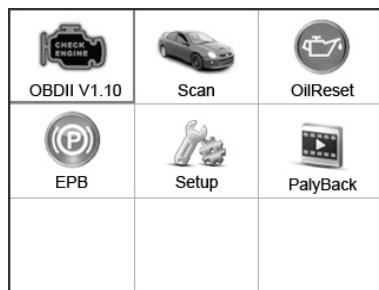
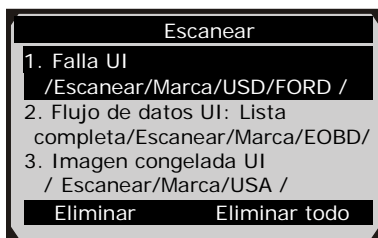

Figura 3.1
Figura 4.1
- 4) Encienda el escáner y espere a que se muestre la **Pantalla principal** (Figura 3.1).
- 1) Use el botón de desplazamiento hacia la **IZQUIERDA/DERECHA** para seleccionar la opción **Reproducir** de la **pantalla principal** (Figura 3.1) y presione el botón **OK**. Espere a que se muestre la pantalla **Escanear**. (Figura 4.1)
- 2) Seleccione el icono **Escanear** en la **pantalla principal** (Figura 3.1) y espere a que se muestre la pantalla del fabricante del vehículo. Elija la marca de vehículo correcta.